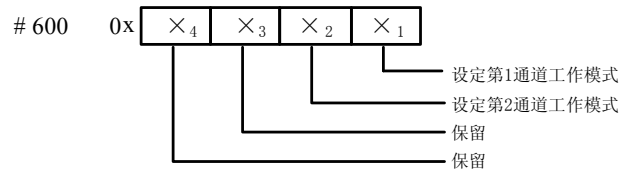

图 2-1 模式设定单元与通道对应关系
4. BFM#600: 模式设定单元。用于设定第 1 通道到第 2 通道的输入模式。具体对应关系如图 2-1 所示。